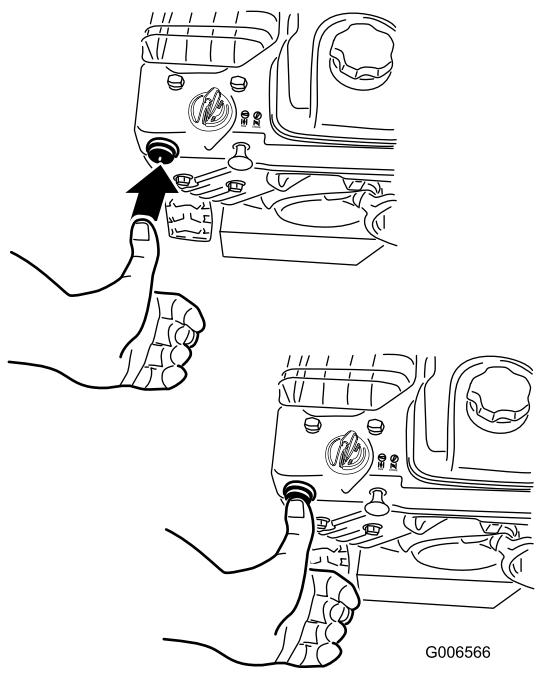

Figure 27
4. Appuyez fermement à 2 reprises sur l'amorceur avec le pouce (à partir de -9 °C [15 °F]) ou à 4 reprises (en dessous de -9 °C [15 °F]), en marquant une pause d'une seconde chaque fois (Figure 27).